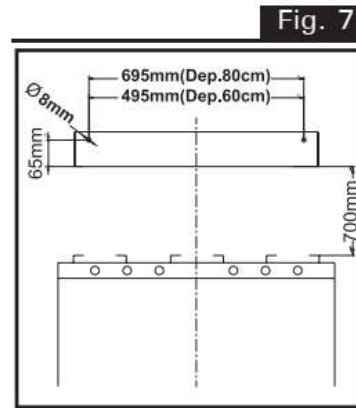
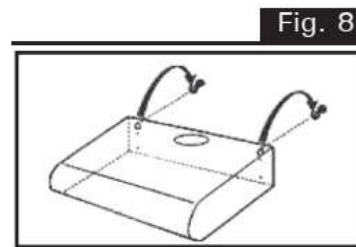

Fig. 7
Fig. 8
- Fixação na parede: Verificar a posição da tomada e leve em consideração o percurso do cabo de alimentação. Trace na parede uma linha vertical em relação ao seu fogão. Marque o local onde devem ser feitos os dois furos, respeitando as distâncias indicadas no desenho (fig. 7). Faça os 2 furos e encaixe as 2 buchas fornecidas com o aparelho. Insira os 2 parafusos fornecidos nas buchas e parafuse-os, entretanto, não os atarraxe completamente. Aproxime o exaustor a parede e o prenda aos 2 parafusos; operando pelo lado de dentro do exaustor, atarraxe os 2 parafusos completamente (Fig 8).